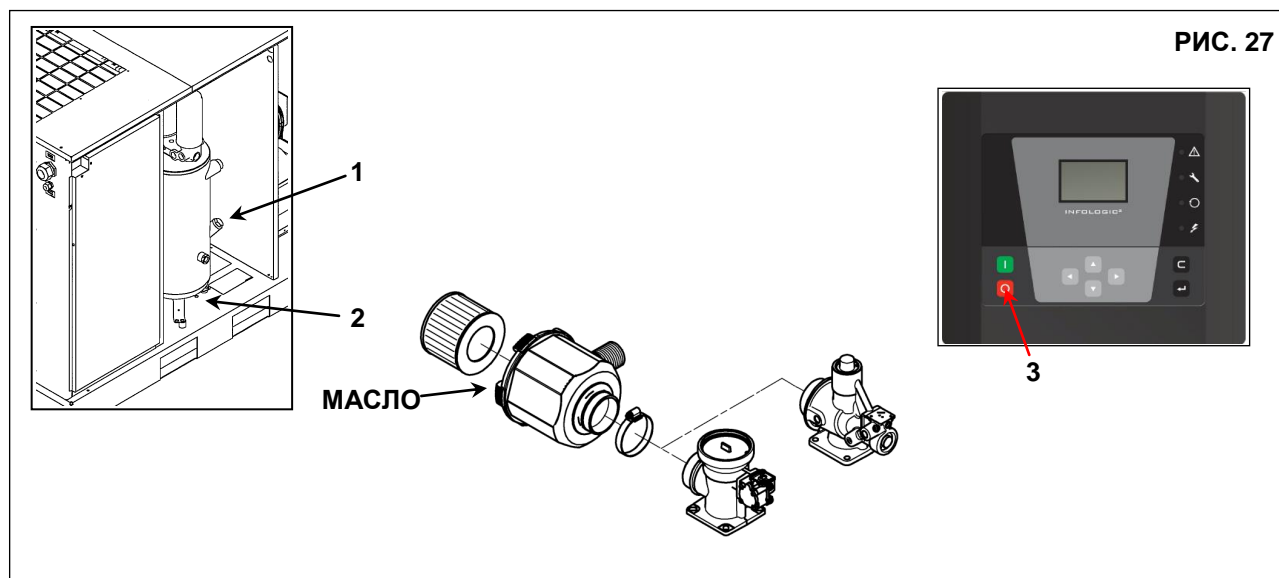

РИС. 27
После слива старого масла из машины (поз. 2, Рис. 27).
- Полностью заполните маслоуловитель (поз. 1, Рис. 27).
- Приблизительно через 1 минуту выключите машину, нажав кнопку "STOP" (поз. 3, Рис. 27), машина остановится через 45 секунд работы на холостом ходу.